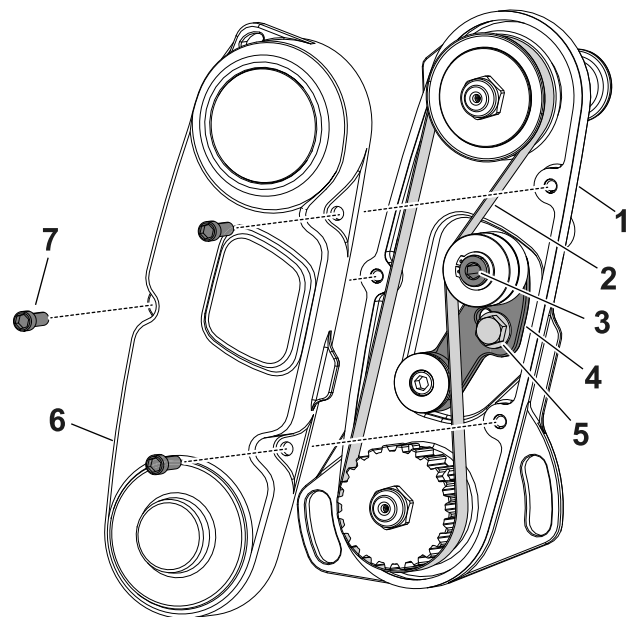

Figura 16
1. Retire a cobertura da correia para expor a correia (Figura 16).
2. Desaperte o parafuso do braço intermédio e rode o braço (Figura 16) para libertar a tensão na correia.
3. Retire a correia (Figura 16).
6. Instale a correia e tensione a correia aplicando 6 a 7 N·m no hexagonal interno do braço intermédio mostrado na Figura 16.